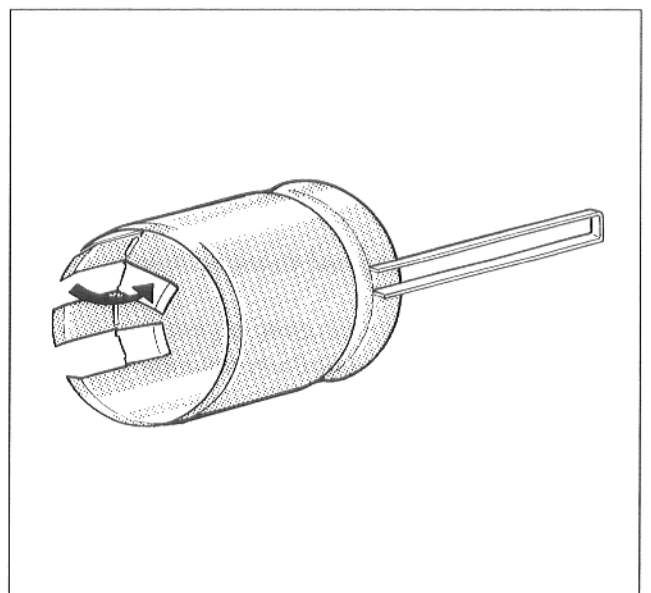

Abb. 32
- Laschen nach innen mindestens im Winkel von 90° abbiegen (Abb. 32).